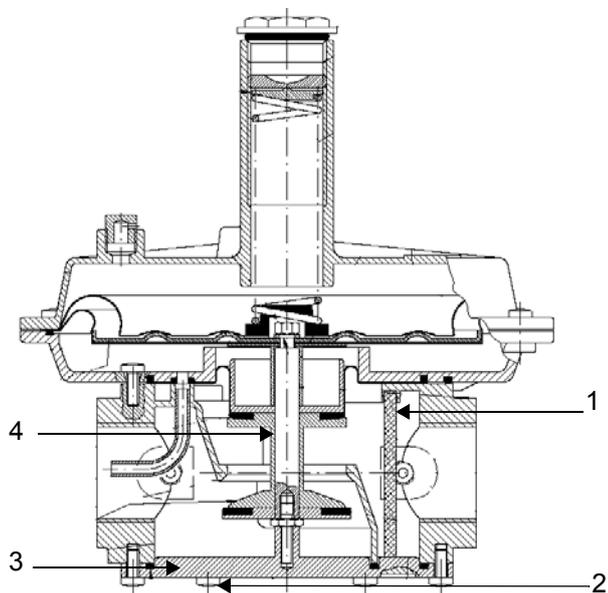

Fig. 36 - corpo filettato
- Svitare tutti i flessibili dalla lancia, lato bruciatore e rimuovere il gruppo completo come mostrato in Fig. 36.